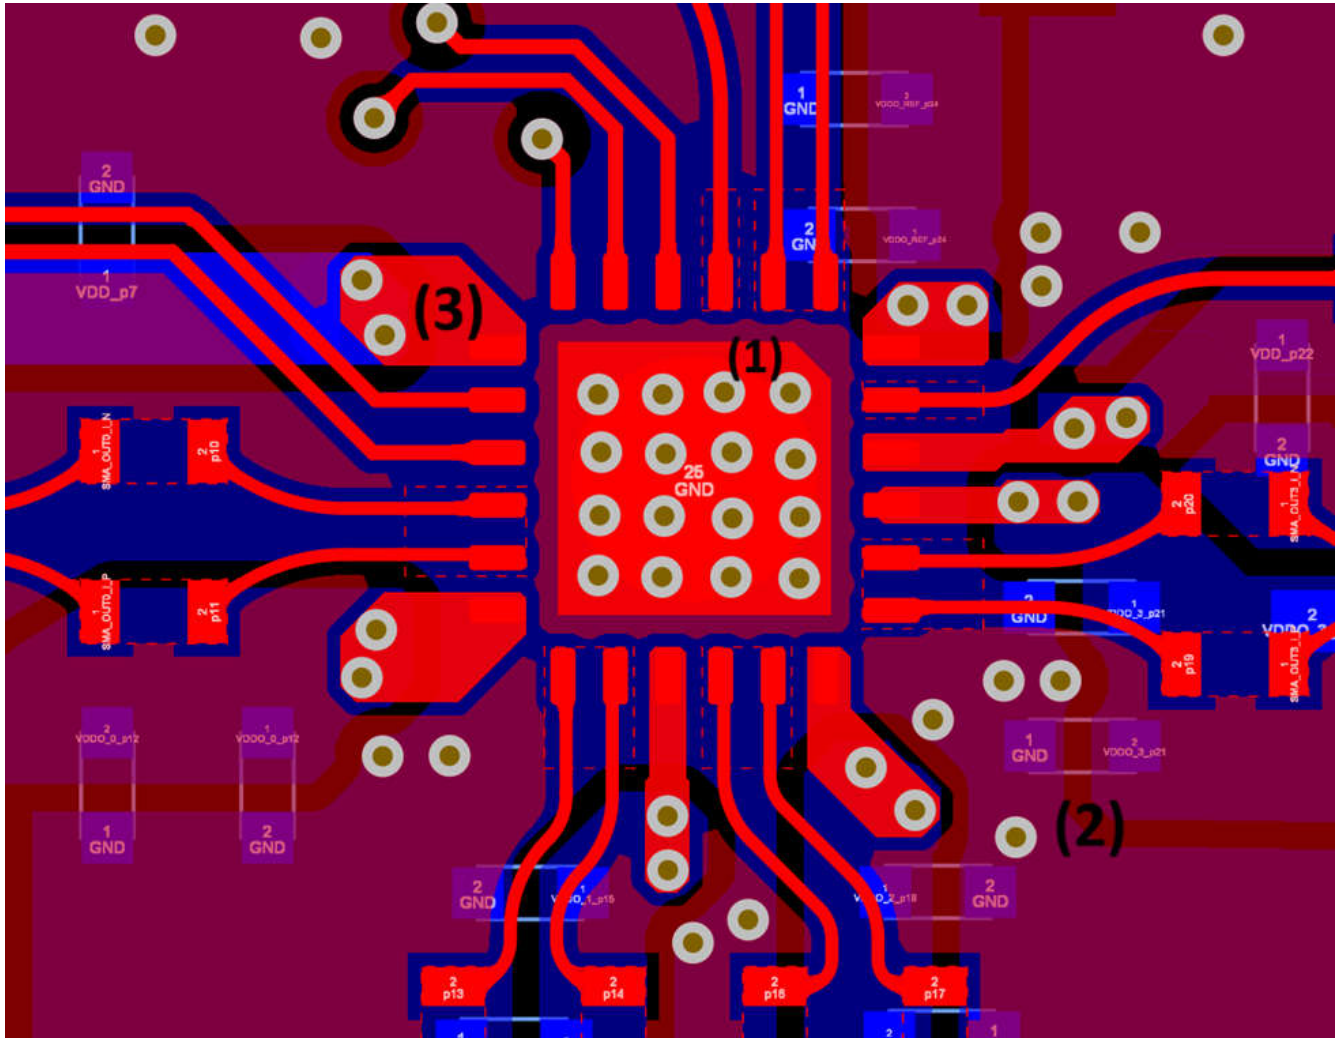

图 8-6. LMK3H2104 顶层和底层示例布局
- 对于 **LMK3H2104**，使用至少五个过孔将散热焊盘连接到一个实心 **GND** 平面。对于 **LMK3H2108**，使用九个过孔将散热焊盘连接到一个实心 **GND** 平面。最好使用全通过孔。有关示例，请参阅图 8-6 中的 (1)。
- 将具有小电容值的去耦电容器放置在非常靠近电源引脚的位置。尝试将这些电容器非常靠近地放置在同一层上或直接放置在背面上。值越大，可以放置得越远。有关示例，请参阅图 8-6 中的 (2)。
- 如果电源跨越多个层布线，请使用多个过孔跨层连接电源走线。有关示例，请参阅图 8-6 中的 (3)。